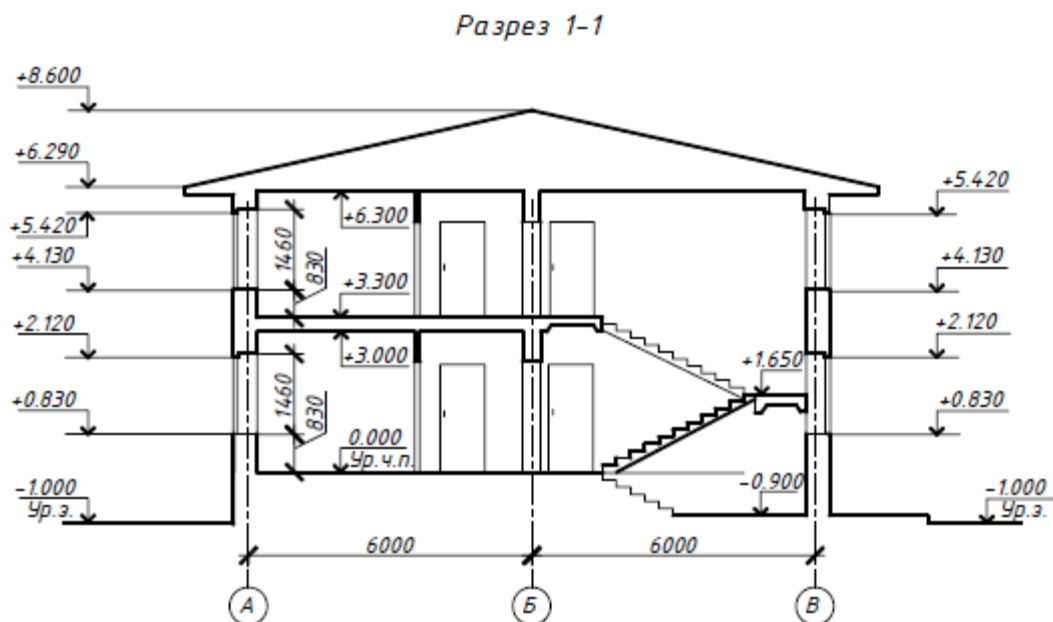

Рисунок 62 - Контурный разрез здания
Разрез здания выполняют для выявления внутреннего вида помещения и расположения архитектурных элементов интерьера. На начальной стадии проектирования составляют архитектурные (контурные) разрез здания (рис. 62).
- Разрез здания рекомендуется выполнять в следующей последовательности (рис. 62, 63).